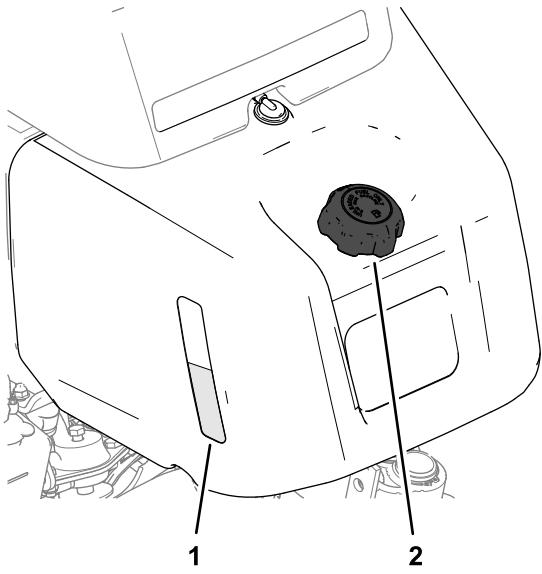
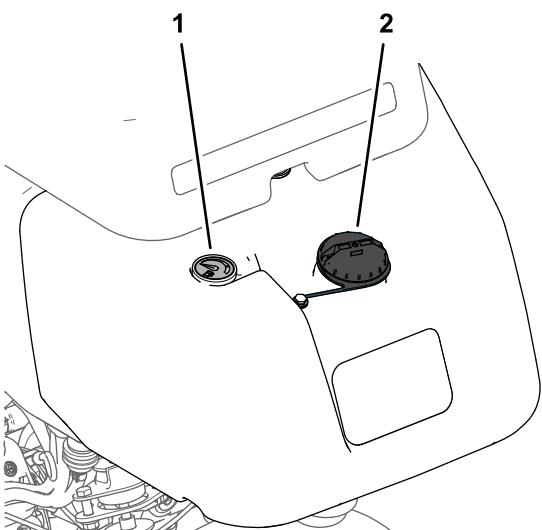

Bild 22
Bild 23
1. Reinigen Sie den Bereich um den Tankdeckel und nehmen Sie den Deckel ab (Bild 22 oder Bild 23).